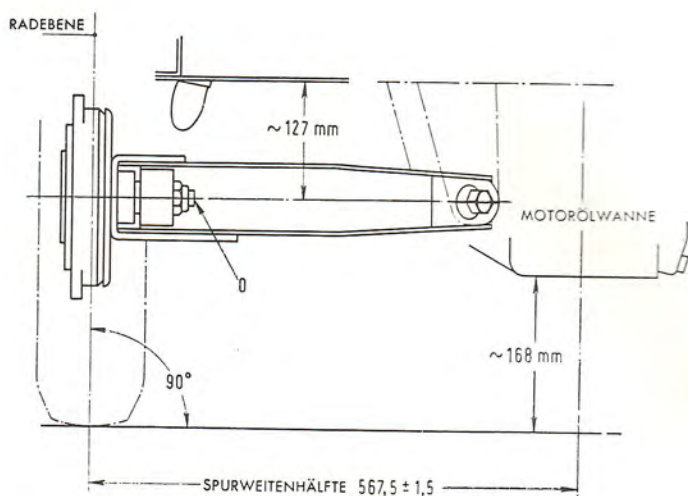

Fig. 44. Ved indstilling af baghjulsophængene skal baghjulene stå lodret, d.v.s., at målene skal svare til de her viste.
Indstillingen foretages ved udnyttelse af spillerummet mellem bolte (B) og hullerne i lejbukken (A). Disse bolte tilspændes med 4–5 kgm. Lejeboltene (C) tilspændes med 6–7 kgm. Se tillige fig. 44.